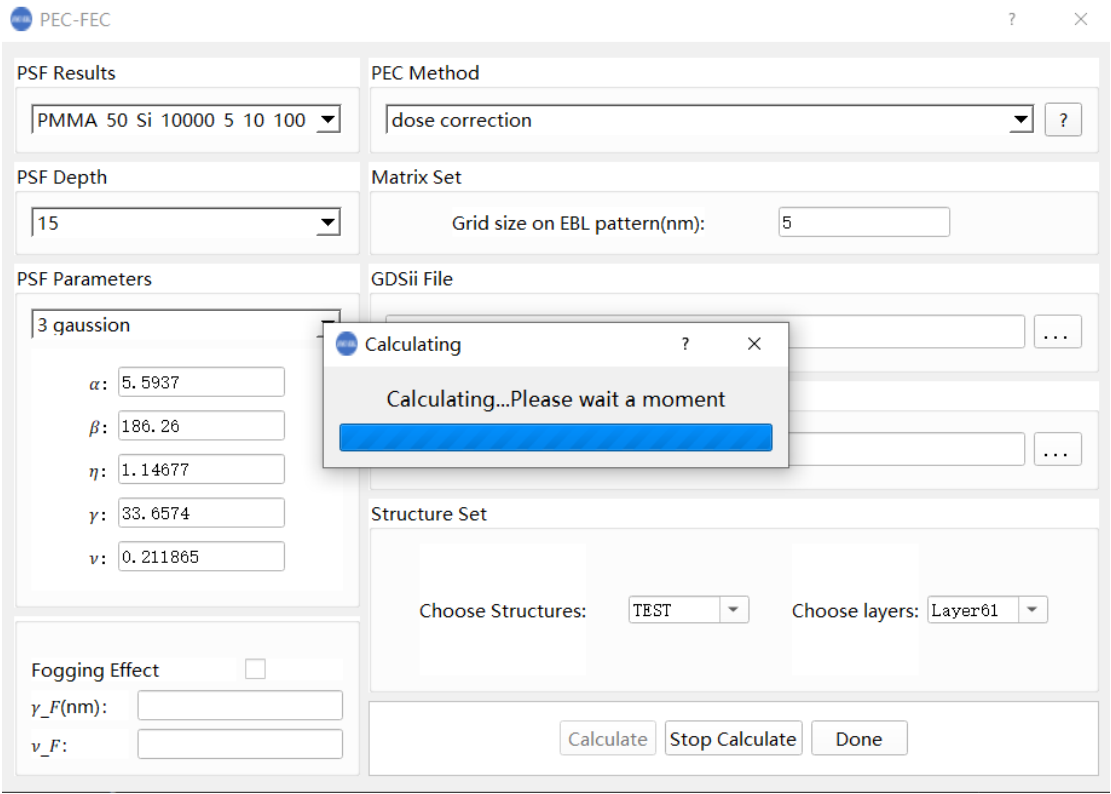
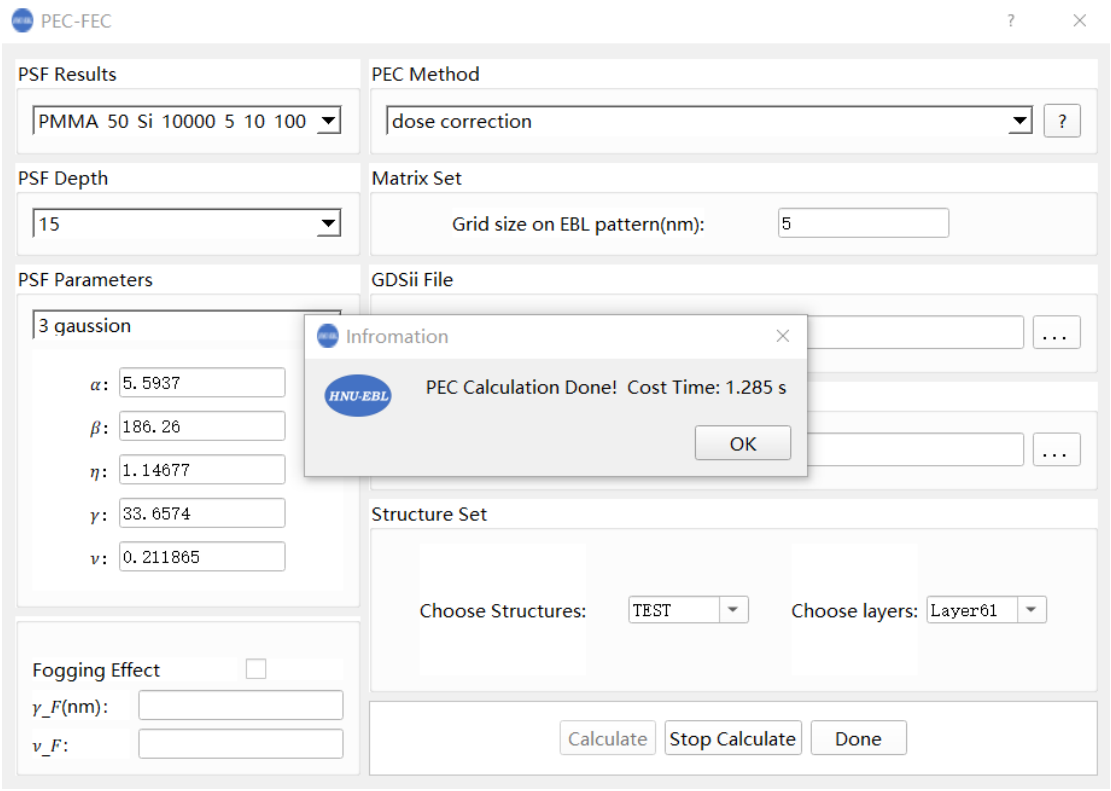

图 3.1.3 邻近效应校正计算界面
图 3.1.4 邻近效应校正计算完成界面
(11)点击“Calculation”（如图 3.1.3），进行 PEC 矫正计算，若输入参数不完整则不能开始计算。计算完成显示计算时间（如图 3.1.4）。计算完成后点击“Done”关闭当前窗口，输出文件保存至指定文件夹下